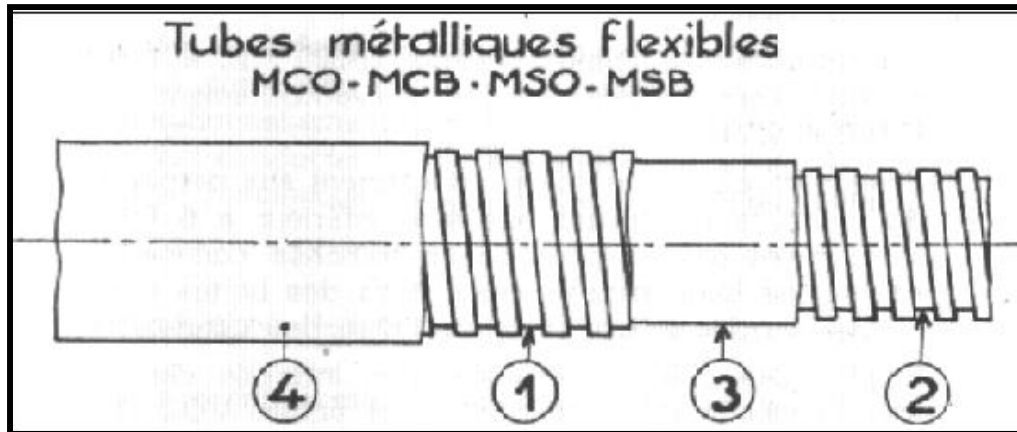

Figure 5.10 – constitutions d'un conduit flexible « métallique »
- **Constitution :** (voir figure 5.10)